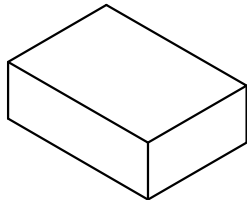

图3 内塑胶盒装
- 2: 如图3, 每塑胶盒装5小袋, 装盒后贴上物料标签, 数量为9X1000pcs。